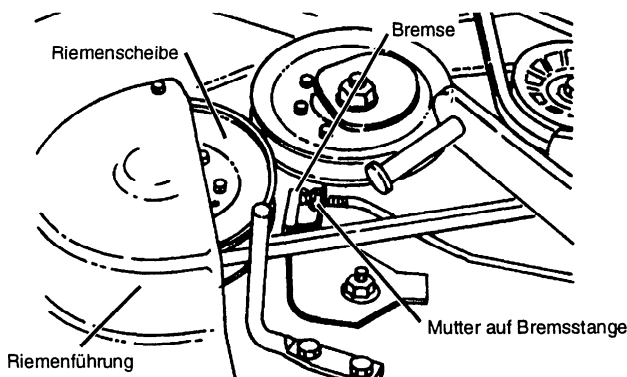

ABBILDUNG 36
- Abstand von der Bremsenoberfläche zur Bremsenoberfläche der Riemenscheibe messen (siehe Abbildung 36).